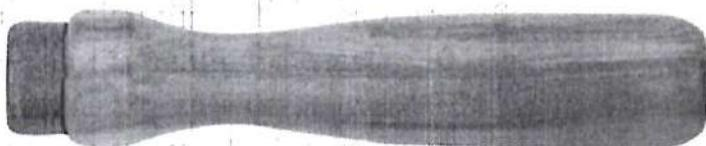

Рис.1
8. Учитывать дизайн готового изделия (рис.1)